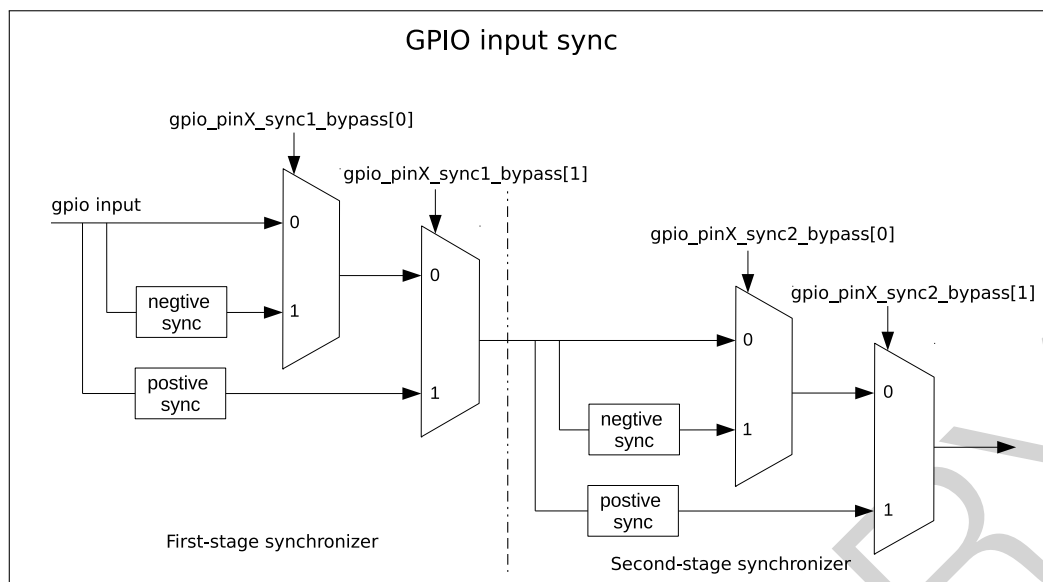

图 2-3. GPIO 输入经 APB 时钟上升沿或下降沿同步
GPIO SYNC 模块的功能如图 2-3 所示。其中，negative sync 表示 GPIO 输入信号经 APB 时钟的下降沿同步，positive sync 表示 GPIO 输入信号经 APB 时钟上升沿同步。
- 如图 2-3 所示，配置 `GPIO_PIN x _SYNC1_BYPASS` 使能输入信号第一拍为上升沿或下降沿同步；
- 如图 2-3 所示，配置 `GPIO_PIN x _SYNC2_BYPASS` 使能输入信号第二拍为上升沿或下降沿同步。